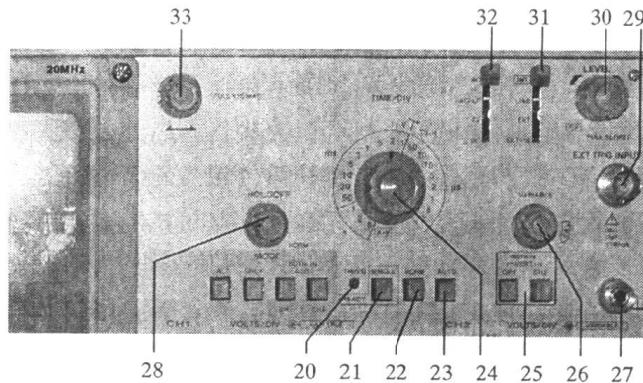

图 1-11 前面板水平局部位置
- 20 以后项的标记说明见前面板位置说明图 1-11 所示。